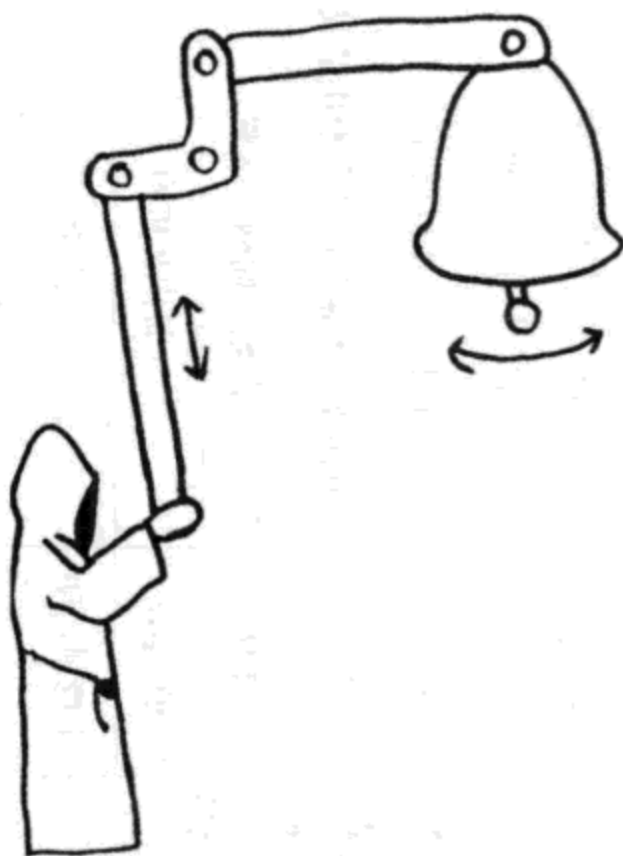

图8.11 打铃的曲柄机构
(2) 双臂曲柄：可生成不同运动形式的转换与传动，具体形式取决于那个是主动件，那个是从动件，如图 8.11 所示。这也是为什么在表 8.1 中这种机构出现过多次的原因。